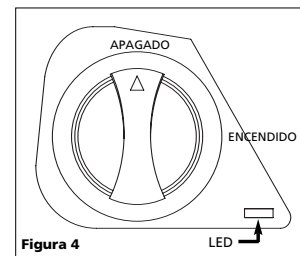

Figura 4
4. Asegúrese de que el interruptor de corriente de la batería de arranque esté apagado (vea la figura 4).